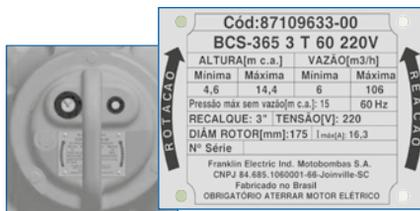

Figura 12 - Plaqueta de identificação da motobomba e sentido de rotação e reação.
- O recuo de partida (indicado na plaqueta com “reação”, figura 12) deve ser no sentido anti-horário quando visto de cima, a partir da tampa do motor. Se isto não ocorrer, solicite para um profissional habilitado inverter a posição dos fios de ligação.
Rotação invertida.	<ul style="list-style-type: none"> Corrija o sentido de rotação, veja item 5.3, figura 12.